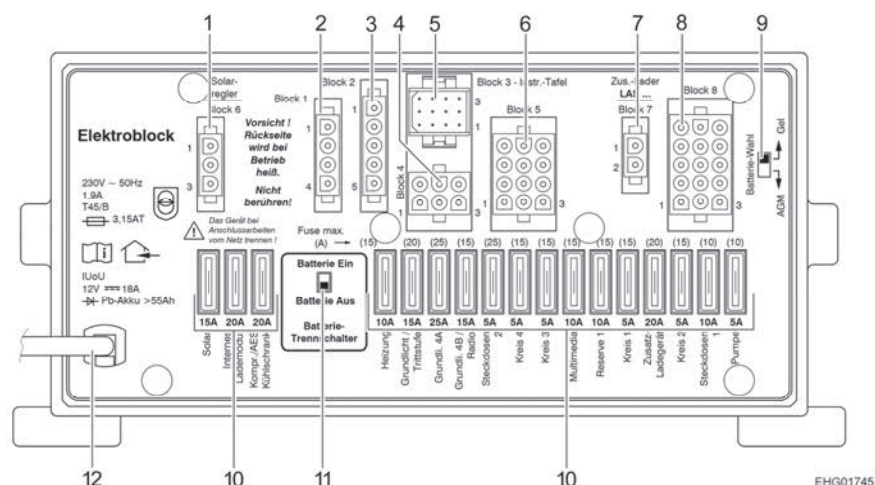

Fig. 104 Bloc électrique (TEB310), fig. similaire
- Pousser l'interrupteur-séparateur de batterie vers le haut : Batterie Marche ("Batterie Ein"). Interrupteur-séparateur de batterie voir Fig. 104,11.